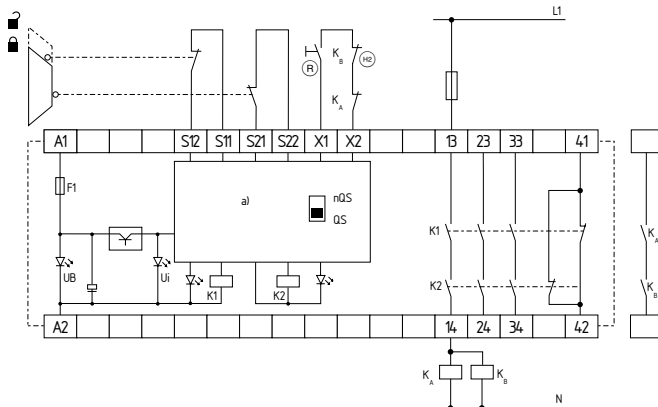

Abb. 4
zwangsöffnend, mit externem Reset-Taster (R) (siehe Abb. 4)**